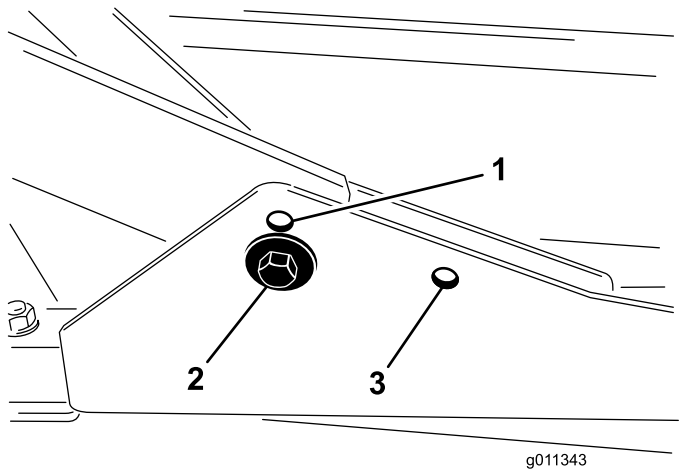

図 8
1. 刈高を 2076mm にセットする場合には、前キャリアフレームを下側の穴に取り付けます 図 8。
2. 刈高を 63100mm にセットする場合には、前キャリアフレームを上側の穴に取り付けます 図 8。
後カッティングデッキは、刈り高に関係なく後側の取り付け穴を使って取り付けます 図 8。